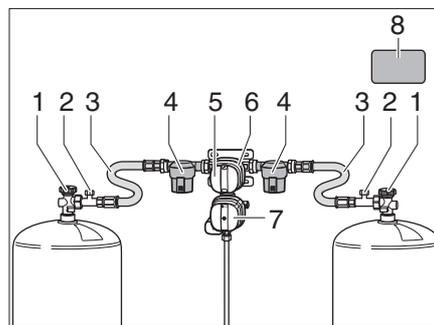
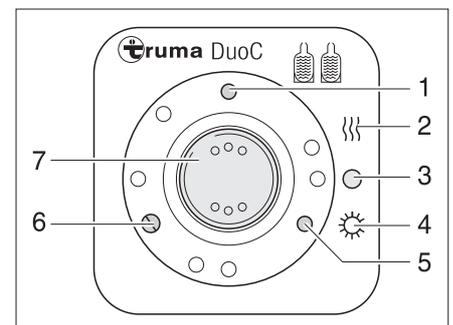
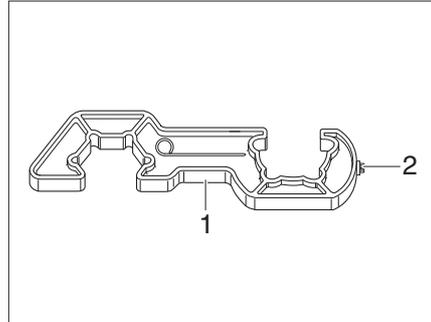
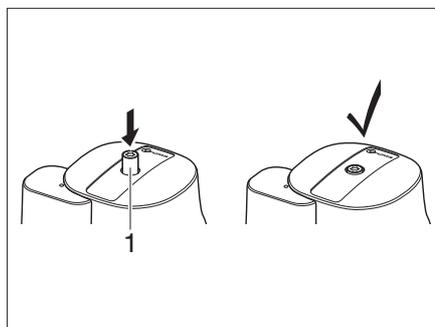

Bild 70 DuoControl-Umschaltanlage
Bild 71 Bedieneinheit
Bild 73 Schraubhilfe
Bild 74 Crashsensor
Die DuoControl-Umschaltanlage besteht aus einem Umschaltventil (Bild 70,6) und der Bedieneinheit (Bild 71). Das Umschaltventil ist zwischen den Hochdruckschläuchen (Bild 70,3) montiert. Mit dem Drehknopf (Bild 70,5) am Umschaltventil kann bestimmt werden, welche der Gasflaschen als Betriebsflasche und welche Gasflasche als Reserveflasche verwendet wird.
Das Umschaltventil (Bild 70,6) ist mit der Regler-Enteisungsanlage EisEx ausgestattet. So werden Störungen der Gasanlage im Winter vermieden.
Vor dem Umschaltventil befinden sich auf jeder Seite ein Gasfilter (Bild 70,4), der die Gasanlage vor Verölung und Verunreinigungen schützt.
An der Bedieneinheit (Bild 71) können nur die elektrischen Funktionen geschaltet werden. Die Haupt-Absperrventile (Bild 70,1) der Gasflaschen müssen von Hand geöffnet werden.
Das Umschaltventil gewährleistet einen konstanten Gasdruck, unabhängig davon, welche Gasflasche Gas liefert. Die zwei Kontroll-Leuchten an der Bedieneinheit zeigen den Füllstand der Betriebsflasche an. Wenn die grüne Kontroll-Leuchte (Bild 71,6) leuchtet, ist die Betriebsflasche voll. Wenn die rote Kontroll-Leuchte (Bild 71,5) leuchtet, ist die Betriebsflasche leer. Die Gasversorgung erfolgt dann über die Reserveflasche.
- Die Haupt-Absperrventile (Bild 70,1) an den Gasflaschen öffnen.
- Mit dem Drehknopf (Bild 70,5) am Umschaltventil (Bild 70,6) die Gasflasche wählen, der vorrangig das Gas entnommen werden soll (Betriebsflasche).
- Den Wippschalter (Bild 71,7) auf "O" (Bild 71,3) stellen. Die gelbe Kontroll-Leuchte (Bild 71,1) erlischt.
- Die Haupt-Absperrventile (Bild 70,1) an den Gasflaschen schließen.
Die Kontroll-Leuchten an der Bedieneinheit (Bild 71,5 und 6) signalisieren im Fahrzeuginneren, ob die Betriebsflasche betriebsbereit ist.
Wenn die grüne Kontroll-Leuchte (Bild 71,6) während des Betriebs erlischt und die rote Kontroll-Leuchte (Bild 71,5) aufleuchtet, ist die als Betriebsflasche gewählte Gasflasche leer und muss gewechselt werden. Die Reserveflasche versorgt die Gasverbraucher weiterhin mit Gas.
- ▷ Zum An- und Abschrauben der Hochdruckschläuche die beiliegende Schraubhilfe (Bild 73,1) verwenden. Sie gewährleistet das nötige Anzugsmoment und verhindert Beschädigungen an der Verschraubung durch falsches Werkzeug.
- Das Haupt-Absperrventil (Bild 70,1) an der leeren Gasflasche schließen.
- Den Hochdruckschlauch (Bild 70,3) mit der Schraubhilfe (Bild 73) von der Gasflasche abschrauben.
- Die volle Gasflasche an den Hochdruckschlauch (Bild 70,3) anschließen.
- Das Haupt-Absperrventil (Bild 70,1) an der Gasflasche öffnen.
- Den Drehknopf (Bild 70,5) am Umschaltventil (Bild 70,6) mit einer halben Umdrehung so einstellen, dass die eben gewechselte Gasflasche als Reserveflasche dient.
- Knopf (Bild 70,2) für die Schlauchbruchsicherung am Hochdruckschlauch drücken, um sie zu aktivieren.
- Ggf. den Rückstellknopf (Bild 74,1) am Crashsensor drücken.
- ▶ Sicherheitsaufkleber (Bild 70,8) im Gaskasten beachten.
- Mit dem Torx T20 (Bild 73,2) an der Schraubhilfe den Entsicherungsknopf (Bild 74,1) eindrücken, leicht im Uhrzeigersinn drehen und 5 Sekunden lang halten.
Der Crashsensor ist betriebsbereit, wenn der Entsicherungsknopf (Bild 74,1) in der versenkten Stellung bleibt.
- Nach dem Wechsel der Gasflasche grünen Knopf (Bild 70,2) am Hochdruckschlauch (Bild 70,3) kräftig drücken.